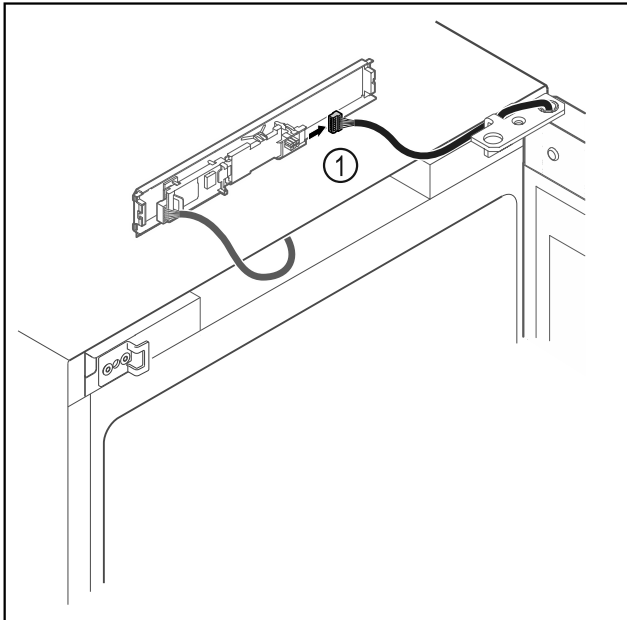

Fig. 20
- ▶ Αποσυνδέστε το φιν Fig. 20 (1) από την πλακέτα.